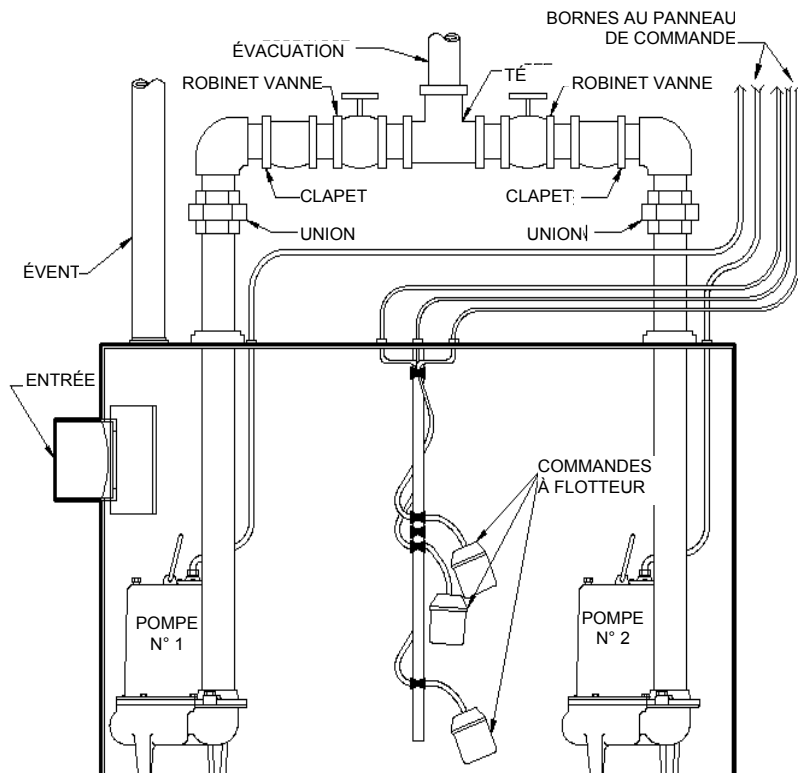

Fig. 3 – Installation type du système double
B. Systèmes doubles (deux pompes) (voir fig. 3) :